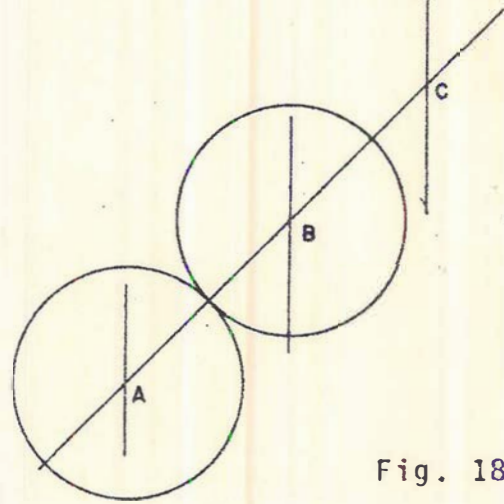

Fig. 18
- c) Haga centro en los puntos A y B y, tomando en el compás la dimensión del radio del cilindro trace dos circunferencias (trazo suave). Fig. 18.